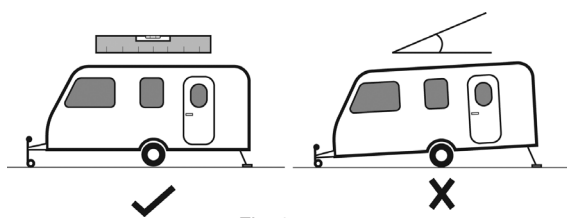

Fig. 2
- (Fig. 2) Asegúrese de que su caravana, autocaravana o furgoneta se encuentre sobre una superficie plana y esté asegurada.